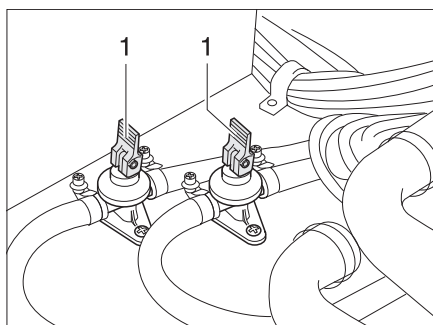

Bild 120 Avtappningskranar
- Stäng avtappningskranarna. Ställ vipparmen (Bild 120,1) i vågrätt läge.
- Öppna avtappningskranarna (Bild 120). Ställ vipparmen (Bild 120,1) i lodrätt läge. Nu töms varmvattenberedaren via avtappningskranarna (utomhus).